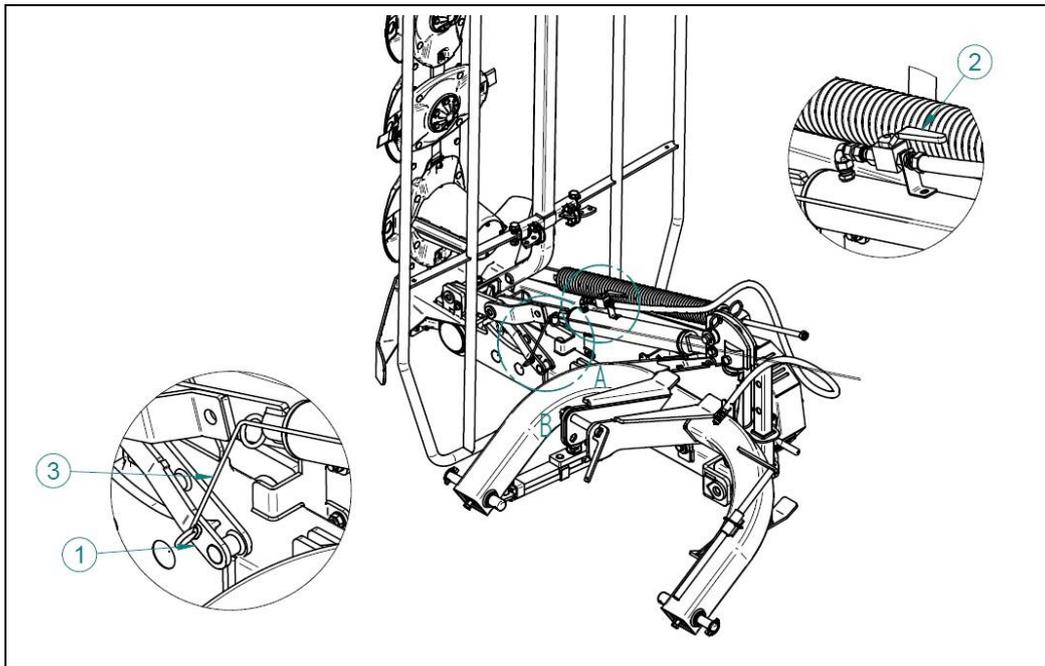

Abb. 9 Transportposition
1. In der Transportposition A ist es notwendig, die Blockade (1) zu aktivieren, Abb. 9 während des Hebens und Schließens des Ventils (2) auf dem Kraftzylinder